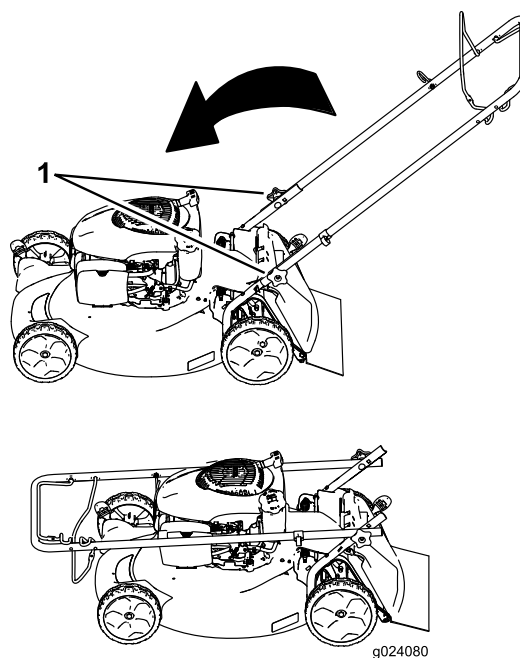

Figura 20
- Afloje los pomos del manillar hasta que pueda mover el manillar libremente (Figura 20).
- Pomo del manillar (2)
- Mueva del manillar hacia adelante según se indica en Figura 20.